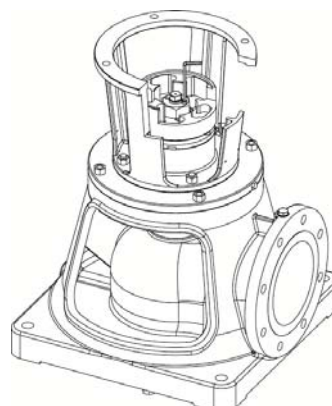

Abbildung 14
- Die Spannschraube anordnen und komplett einschrauben (Abb. 14).